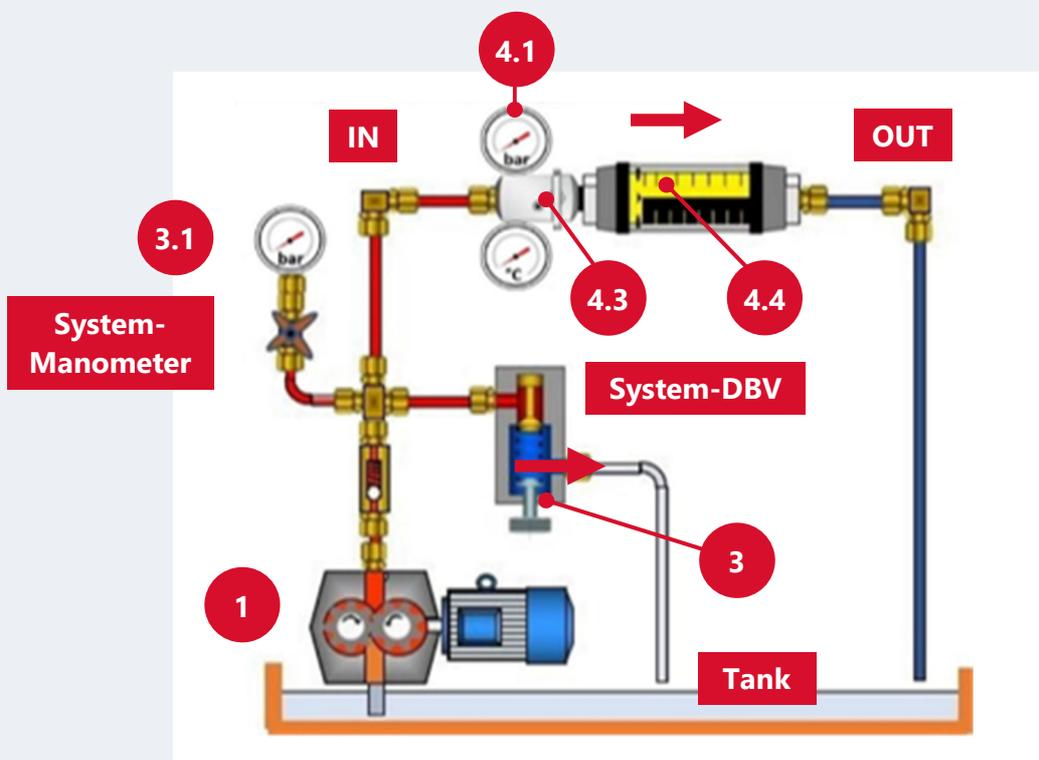

Abbildung 10: Prinzipdarstellung Druckbegrenzungsventiltest
Oft beginnen Druckbegrenzungsventile (DBV) (3) siehe *Abbildung 10* zu öffnen, bevor die volle Pumpenleistung erreicht ist.